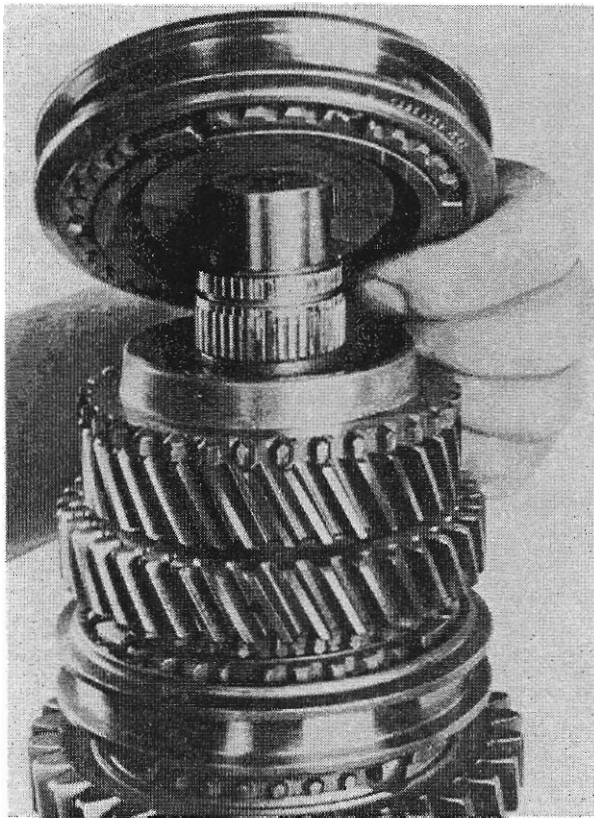

Abb. 41
13. Vormontierten Synchronkörper 3.—4. Gang mit der längeren Seite der Nabe zuerst (Abb. 41) auf die Kerbverzahnung pressen. Hierzu Spezialwerkzeug 3 verwenden. Eine Ausgleichsscheibe (402) in solcher Dicke auswählen, daß der Seegerring (401) stramm in der Radialnut der Welle sitzt. Die Scheiben sind in Dicken von 1,5; 1,6; 1,7; 1,8 und 1,9 mm vorhanden. Sicherungsring (401) einfedern.